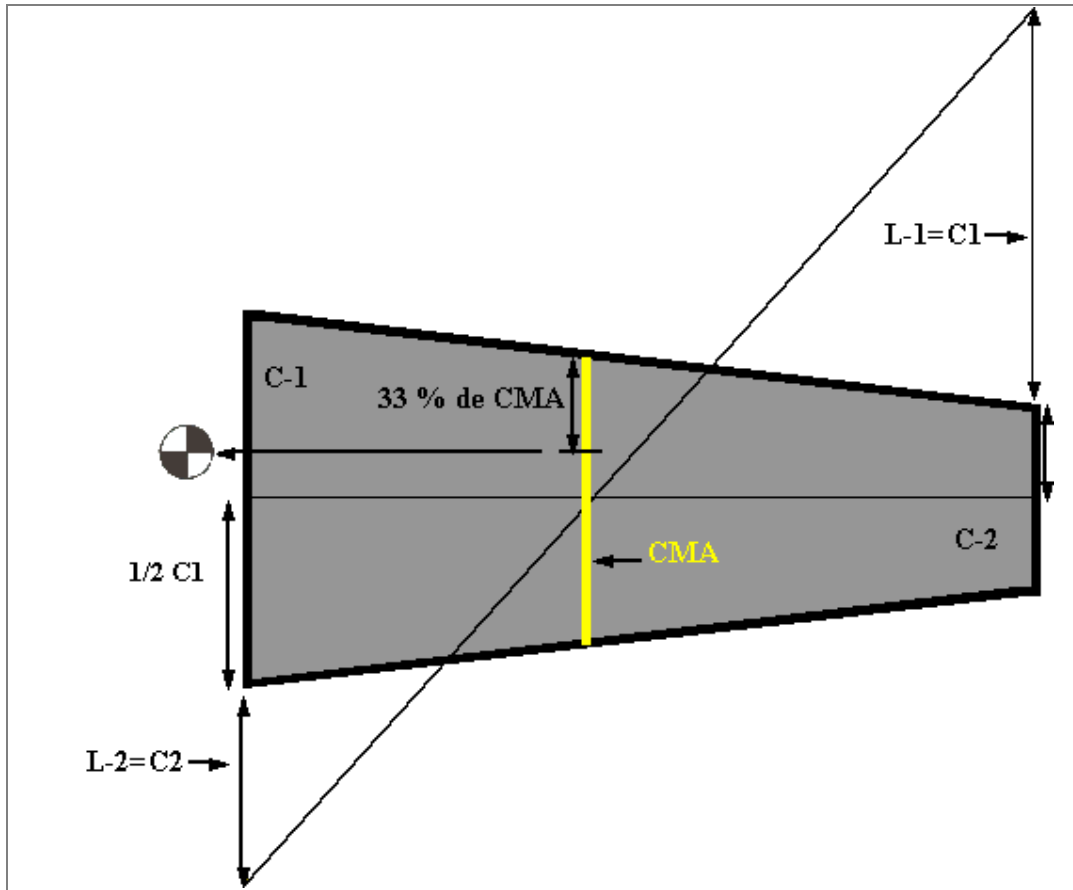

Figura 5. Ubicación del C.G. en un ala trapezoidal
En el caso de un **ALA TRAPEZOIDAL** debemos hallar la Cuerda Media (CM) también llamada Cuerda Media Aerodinámica (CMA). En cuanto a la longitud sabemos de antemano que es la media aritmética de la cuerda en la raíz de ala C-1 y la del extremo C-2 pero tenemos que localizarla geoméricamente. Para ello dibujamos a tamaño natural o a escala la planta alar y trazamos una línea que una los dos puntos medios o centros geométricos (cg) de las dos cuerdas extremas. Después prolongamos a partir del borde de fuga, por ejemplo, la cuerda C-1 de la raíz en un valor igual a C-2. Haremos lo mismo en el marginal donde añadimos a C-2 una longitud igual a C-1 (figura 5). Unimos los dos extremos de esta prolongaciones con una línea que va a cortar a la que unía los dos cg y en esa intersección se halla la Cuerda Media o CM, como veis paralela al eje longitudinal del avión. Sobre ella medimos el % que corresponda al perfil y desde ahí trazamos una perpendicular al eje longitudinal del avión lo que nos dará la situación exacta del Centro de gravedad.